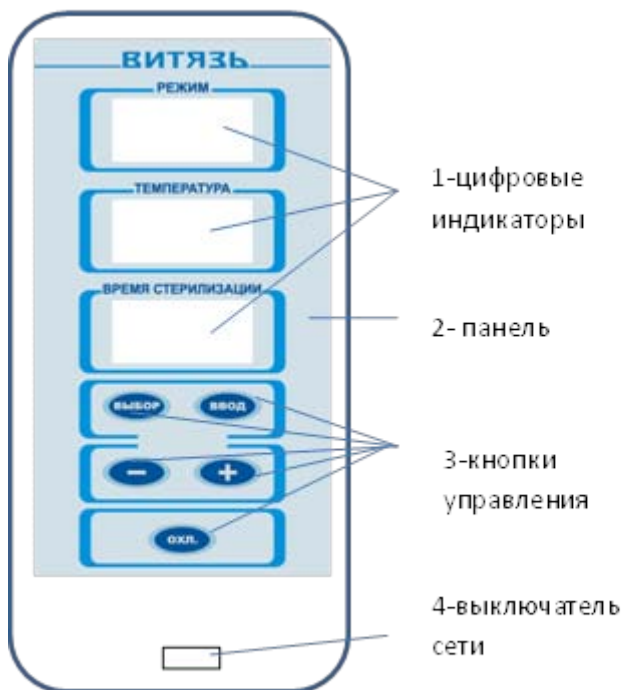

Рисунок 2
Блок управления А1 предназначен для автоматического управления, регулирования, контроля процесса стерилизации, коммутации и распределения сетевого напряжения. На панель блока управления (рисунок 2) выведены следующие органы управления и индикации:
3.2.13. Отключить стерилизатор от сети переключателем "СЕТЬ" (рисунок 2).